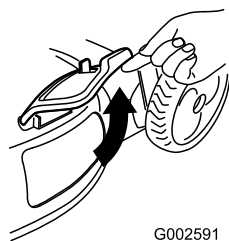

Figure 21
2. Soulevez et ouvrez le volet d'éjection latérale (Figure 21).